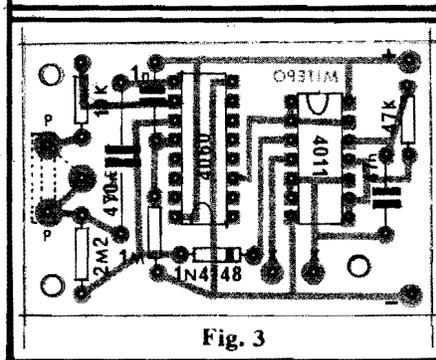

Fig. 3
Na fig. 3 temos o lado não cobreado da placa, com as posições e valores de componentes nitidamente demarcados... É o que chamamos de "chapeado" ou "vista real" (os compradores de KITS recebem suas plaquinhas com a impressão de "chapeado" nitidamente indicada, facilitando muito a colocação dos componentes de maneira correta). Os Integrados e o diodo devem ter suas posições cuidadosamente observadas e reproduzidas. Quanto aos demais componentes, o importante é colocar o "valor certo no lugar certo".
Os pontos periféricos (+) e (-) receberão as conexões da alimentação. As ilhas (x)(x) destinam-se à ligação dos fios que conduzem à cápsula piezo ou microfone de cristal, usado como transdutor sonoro. Finalmente, aos pontos (P)(P) devem ser feitas as conexões do potenciômetro de ajuste do tempo. Entretanto, na fig. 3, vê-se claramente a estilização de um trim-pot no local... O detalhe é mostrado dessa maneira, para indicar que, se assim o leitor preferir, nada impede que o potenciômetro seja substituído pelo trim-pot, desde que a aplicação desejada permita ajustes semi-permanentes na temporização.